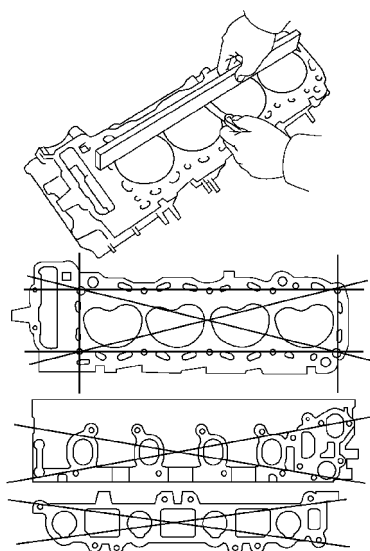

图 1-29 用直尺和塞尺测量气缸体和歧管的接触有无挠曲变形
(6) 检查气缸盖平面度误差。使用精密直尺和塞尺测量气缸体和歧管的接触面有无挠曲变形，如图 1-29 所示。